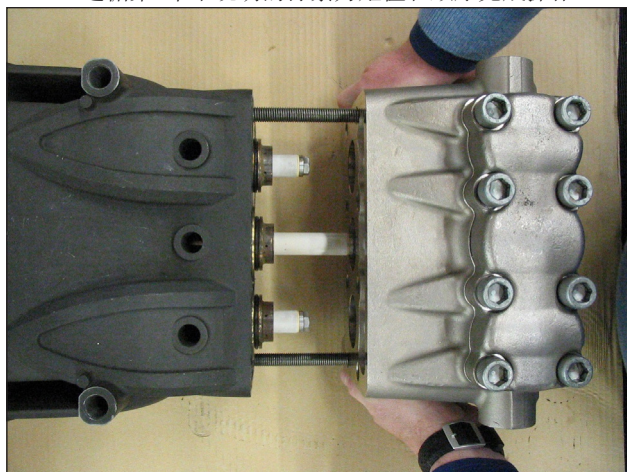

图33
- B) 用②③⑤ OCILIS型硅脂(代码12001600)；此操作对于方便密封唇坐落在活塞上是必须的。
2. 将两个螺丝 - 伺服插头(代码27508200)固定在曲轴箱上，如图33所示，定位泵头总成，确保值在中央活塞上对中。